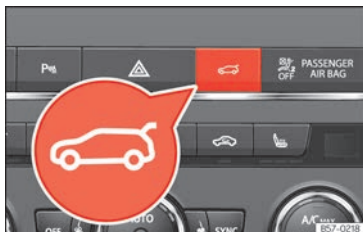

Abb. 57 Mittelkonsole: Taste zum Öffnen und Schließen der Heckklappe.
- **ODER:** Drücken Sie mindestens eine Sekunde lang die Taste  in der Mittelkonsole  **[Abb. 57]**. Die Taste funktioniert auch bei ausgeschalteter Zündung.
- **ODER:** Drücken Sie die Taste  in der Mittelkonsole, bis die Heckklappe geschlossen ist  **[Abb. 57]**.